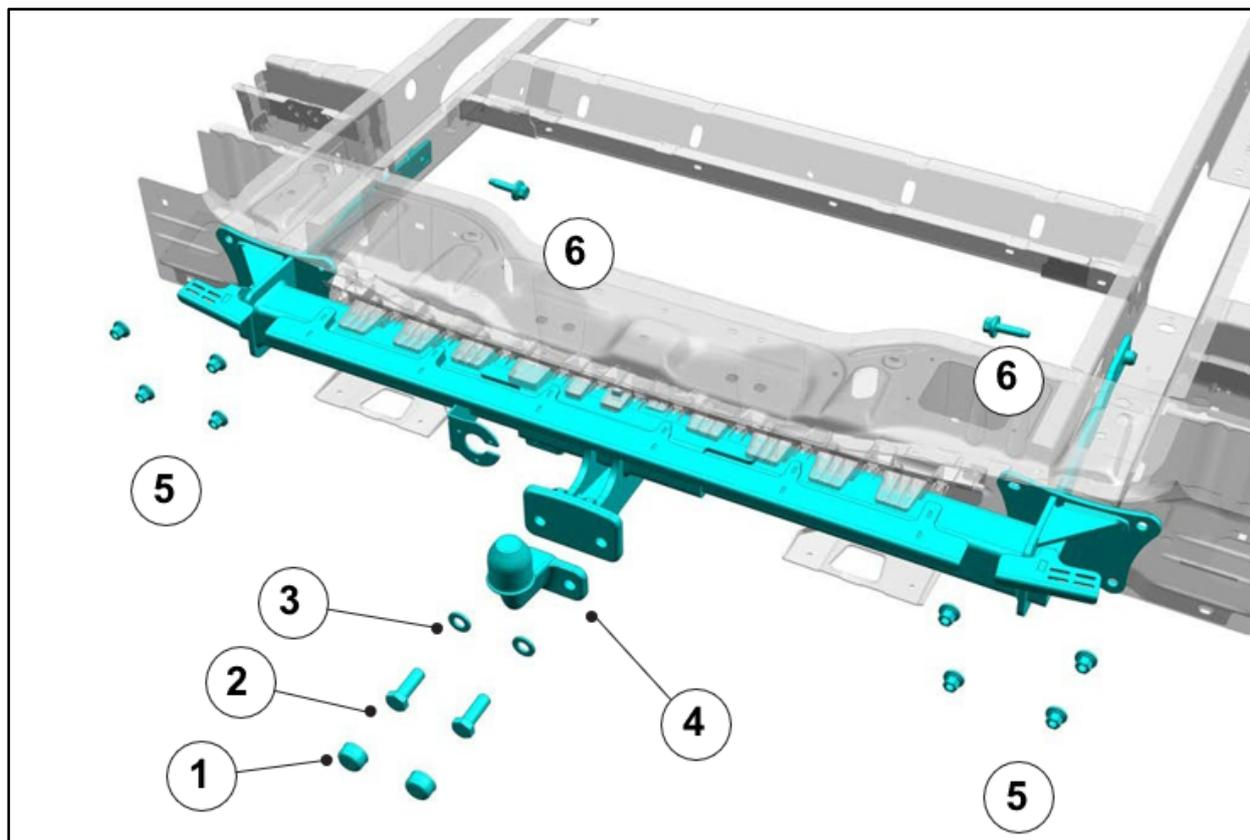

Fig. 3 : Installation de la boule d'attelage fixe
- Pour fixer la boule d'attelage, voir les figures 3 et 4 ci-dessous, boule d'attelage des Transporter Fourgons, Caravelle et Combi